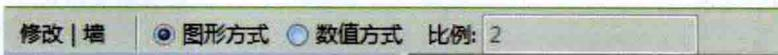

图1-11
- 缩放：选择图元，单击“缩放”工具，在选项栏中选择缩放方式，“图形方式”单击整道墙体的起点、终点，以此作为缩放的参照距离，再单击图元新的终点，确认缩放后的大小距离，“数值方式”直接缩放比例数值，用鼠标单击绘图区域完成修改，如图1-11所示。管道不可以缩放。